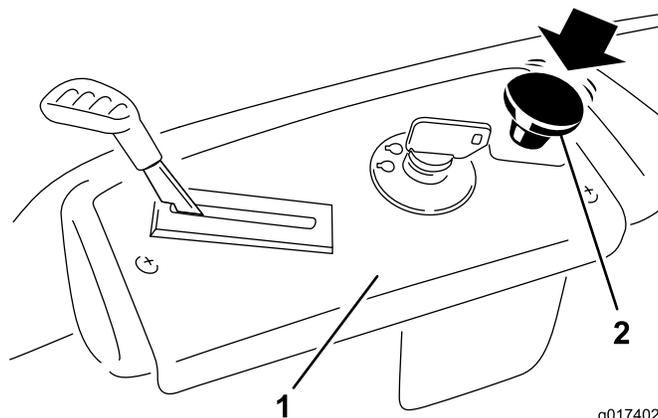

Figura 11
- Desengate as lâminas movendo o interruptor de controlo da lâmina para Off (Figura 11).